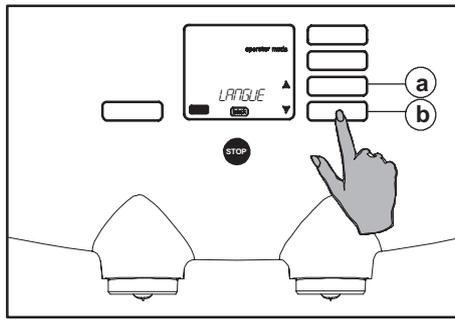

Fig. 60 Menu de sélection LANGUE
Vous souhaitez modifier la langue d'affichage. Dans le menu opérateur, à partir du menu de sélection "LANGUE" (fig. 60), vous pouvez choisir la langue dans laquelle s'afficheront les messages à l'écran.
3. Utilisez les boutons de défilement ▲ jusqu'à ce que l'option "LANGUE" apparaisse à l'écran (fig. 60 a ou b).